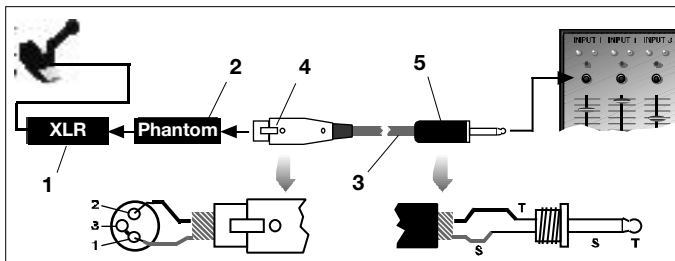

Fig. 2: Conexão a uma entrada não balanceada
1. Solde em ponte os pinos 1 e 3 no conector XLR (4) e conecte à malha do cabo. Veja fig. 2.
2. Conecte o núcleo do cabo com o pino 2 do conector XLR (4) e com a ponta do plug banana (5).